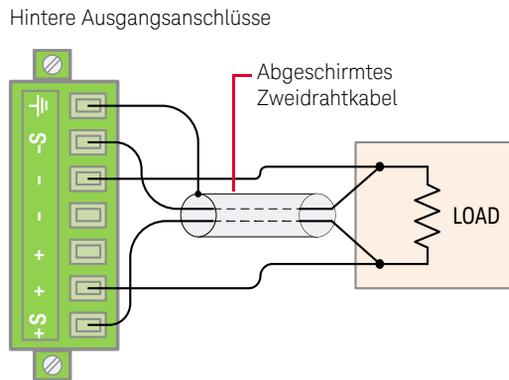

Abbildung 3-1 Remote-Abtastverbindungen
- 4 Lösen Sie die oberen Schrauben mit einem Phillips-Schraubendreher, und verbinden Sie mithilfe eines abgeschirmten Zweidrahtkabels die Abtastanschlüsse (S+ and S-) und Ausgangsanschlüsse (+ and -) der hinteren Ausgangsanschlussleiste mit der Last. Siehe hierzu Abbildung 3-1.
Die Abtastausgänge (S+ und S-) dürfen nicht unangeschlossen bleiben. Sie müssen lokal (Abbildung 3-2) oder remote (Abbildung 3-1) angeschlossen werden.
- 2 Entfernen Sie die Verbindungen zwischen der U3606B-Abtastung (S+ and S-) und den Ausgangsanschlüssen (+ and -). Verbinden Sie mithilfe eines abgeschirmten Zweidrahtkabels die Abtastanschlüsse des U3606B mit der Last. Siehe hierzu Abbildung 3-1. Beobachten Sie die Polarität beim Verbinden der Abtastleitungen mit der Last.